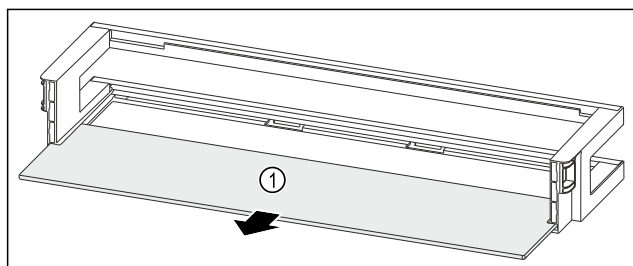

Fig. 131 Dörrfack med hylla
- Ta ut dörrfacket Fig. 131 (1).